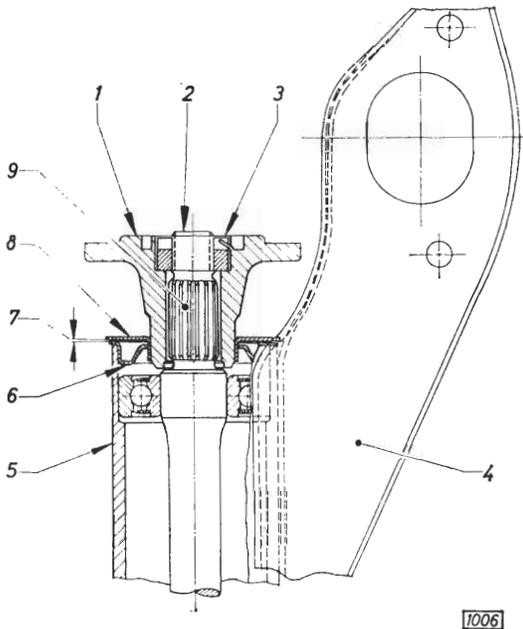

Bild 83 - Flansch auf Antriebkegelrad befestigt
26. Flansch auf Antriebkegelrad aufstecken. Schlitzmutter (83/3) auf Kegelrad aufschrauben und mit Steckschlüssel S-1208 und Ratsche unter Gegenhalten des Flansches mit Halteschlüssel S-1213 auf ein Drehmoment von **5,0 mkg** festziehen. Anschließend Abstand (83/7) zwischen Wasserablenkblech (83/8) und Schutzkappe (83/6) in Hinterachsverlängerung mit Schieblehre kontrollieren. Der vorgeschriebene Abstand beträgt **0,5 bis 1,5 mm** (Bild 83).